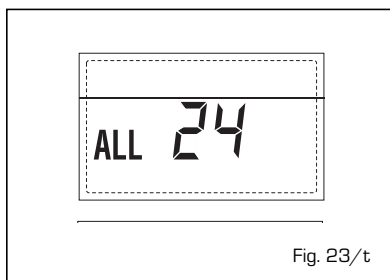

Fig. 23/t
- **ANOMALIA GUASTO SONDA BOLLITORE SOLARE S2 "ALL 25" (fig. 23/u)**